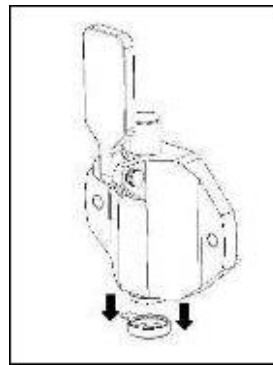

Fig. 8
- Rimuovere dalla flangia il dispositivo che conferisce al gelato la forma a stella (Fig. 8).